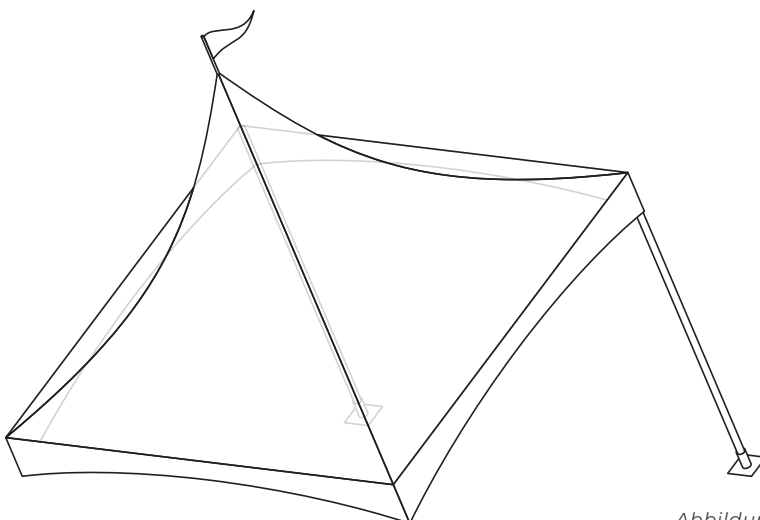
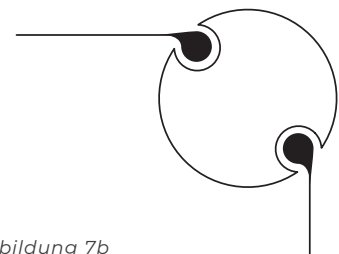

Abbildung 7a
Abbildung 7b
8. Platzieren Sie zwei Pfähle an einer Seite unter dem Rahmen, sodass der Dachrahmen schräg liegt (siehe Abbildung 7a). Der Rahmen muss an beiden Ecken gleichzeitig angehoben werden, damit er sich nicht verzieht. Achten Sie darauf, dass die Verbreiterung des Kederschlitzes in den vertikalen Pfählen oben liegt und dass die Kederschlitzte in einem Winkel von 45° zu den Ecken des Zelts angebracht werden (Abbildung 7b).